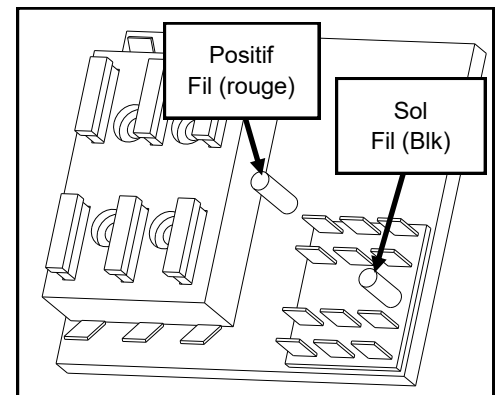

Fig. 6a
- Par figure 6a, connectez les petits terminaux d'anneau au bloc de fusible avec #10-32 écrous keps du kit matériel.